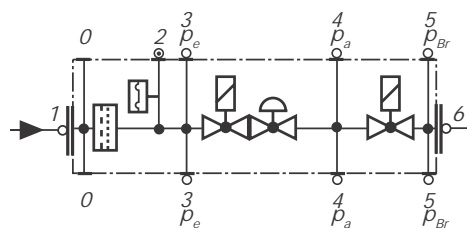

Рис. 50
- Заменяйте фильтр, если разница давления между точками 1 и 3 (Рис. 50)  $p_r > 10$  мбар.